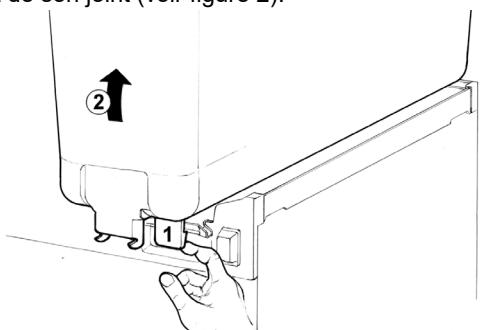

figure 2
**2** Enlever le réservoir vide en le levant du côté antérieur et en le défilant de son joint (voir figure 2).